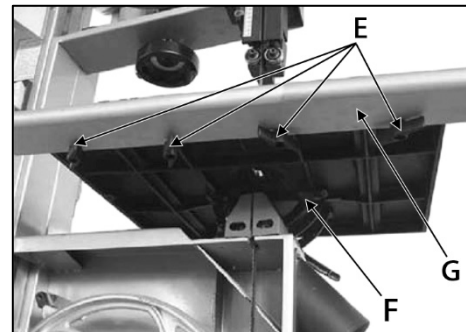

Рисунок 5.
Установите стол (рис. 5) на поворотный кронштейн, убедившись, что фиксирующие болты прошли через установочные отверстия в поворотном кронштейне. Закрепите стол при помощи четырех болтов М8×16 (F) и четырех шайб 8. Убедитесь, что пильное полотно попало в центр паза в столе.
Чтобы установить переднюю направляющую (G) (рис. 5), прикрепите ее к переднему краю стола при помощи четырех винтов-барашков и шайб (E).